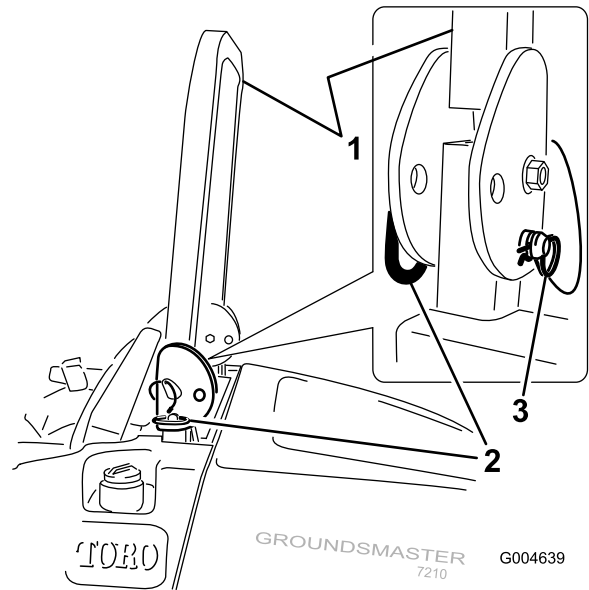

Figura 11
1. Per abbassare il roll bar, togliete le coppiglie, spingete in avanti il roll bar contro le molle e togliete le due spine (Figura 11).
3. Montate le due spine e fissatele con le spine delle coppiglie (Figura 11).
4. Per alzare il roll bar togliete le spine delle coppiglie e le due spine (Figura 11).
5. Alzate completamente il roll bar e montate le due spine, quindi fissatele con le spine delle coppiglie (Figura 11).